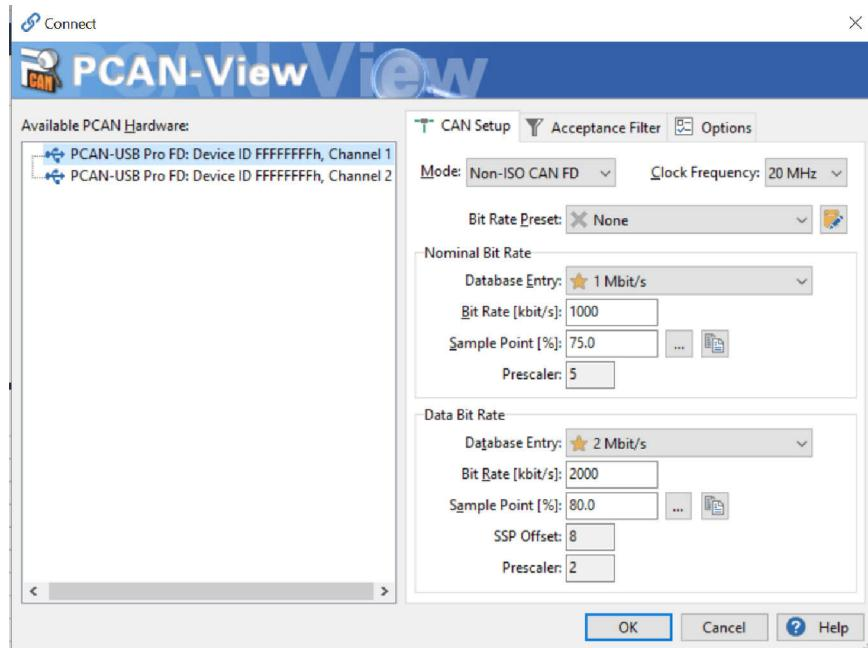

图 3-10. TIDA-020076 软件测试设置 : PCAN 视图
有关 PCAN 视图 , 请参见图 3-10 和以下列表 :
2. 选择通道 1 , 保持默认设置 , 如图 3-10 所示